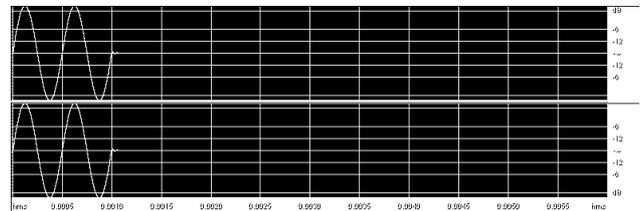

Рис.3
**рис.3.** Сохраняем нашу форму в файл с именем **synchro**. При вводе значений в Adobe Audition « $0$ » до запятой можно не указывать, а в качестве запятой ставить точку.